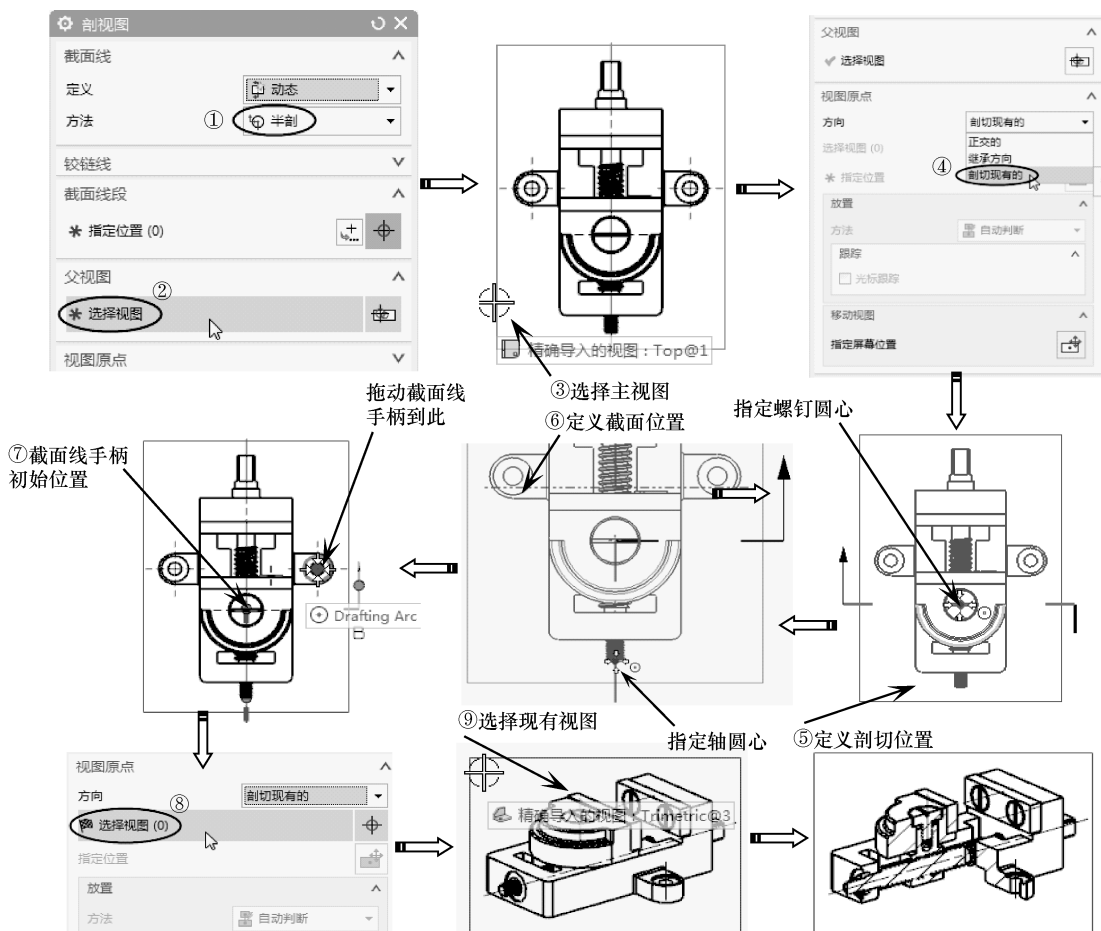

图 10-75 创建半剖视图
- 08 单击【剖视图】按钮，弹出【剖视图】对话框。按如图 10-75 所示的操作步骤完成剖视图的创建。